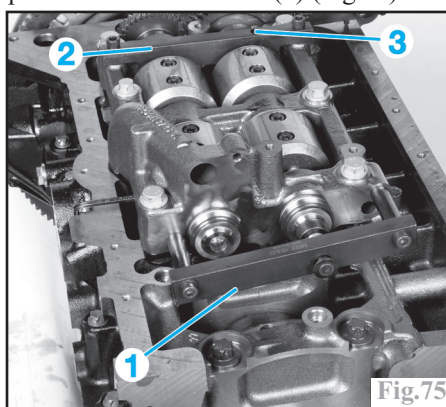

Fig.75
Mettre en place sur l'ensemble des arbres d'équilibrage l'outil, du coffret Mot. 1660, de blocage du jeu longitudinal (1) et de blocage du jeu radial (2) en ayant au préalable desserré la vis (3) (Fig.75).